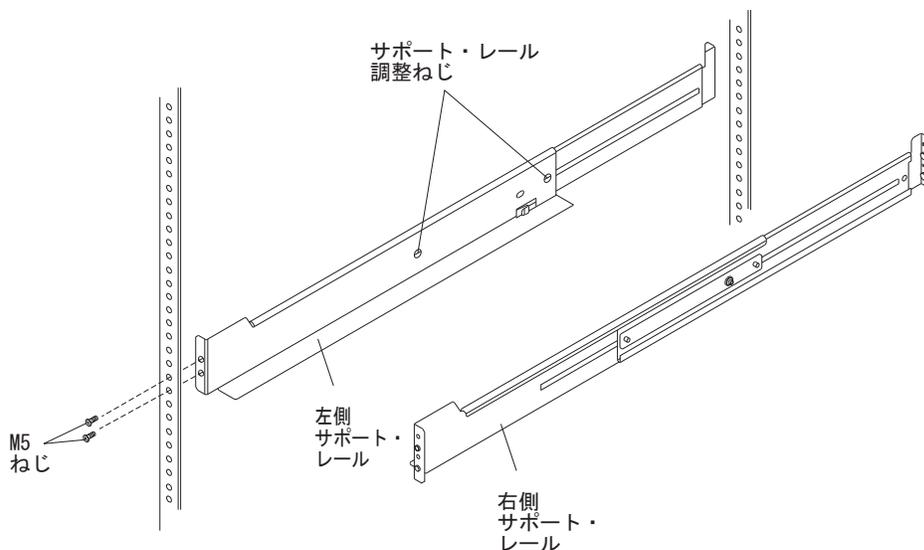

図 15. サポート・レールの取り付け
**注:** これらのステップを実行する際は、42 ページの図 15 を参照してください。